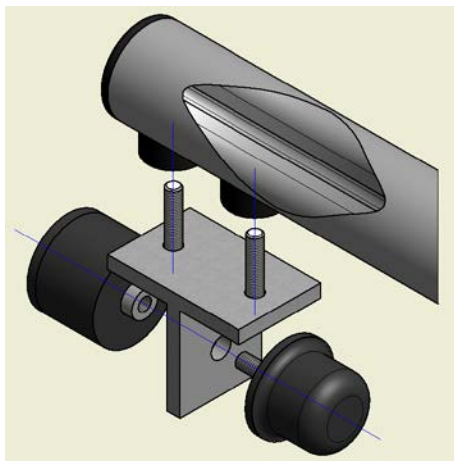

Рис.1
- 2.1. При доукомплектовании уже установленной двери приводом снять верхний упор-ограничитель открывания двери и уголок его крепления к верхней направляющей со стороны установки ведущей станции (Рис.1).
- 2.6. Снять верхний упор-ограничитель открывания двери и уголок его крепления к верхней направляющей со стороны установки ведомой станции (Рис.1).